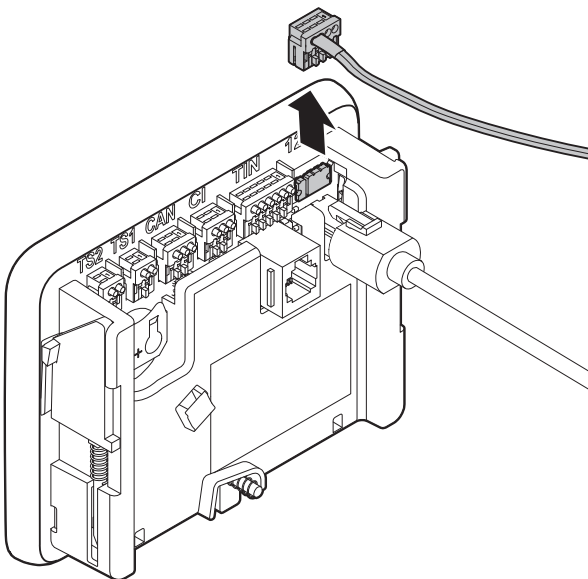

Bild 7
- Ta försiktigt loss anslutningskabelns kontakt (Bild 7) från panelen i riktning uppåt.